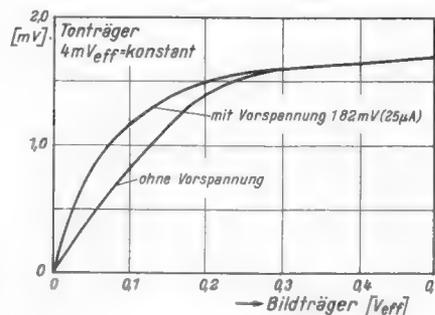

Bild 3. Verlauf der Mischkennlinien für kleine Bildträger-Spannungen
2. Der Abknick-Punkt der in Bild 1 und 3 angegebenen Kurven sollte durch eine geringe Arbeitspunktverschiebung der Video-Diode in das Durchlaßgebiet nach links verschoben werden (Bild 3).